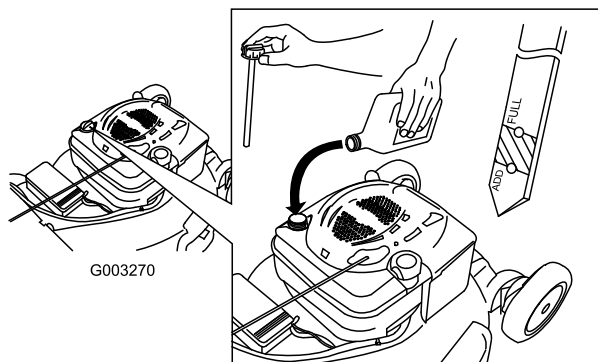

Bild 39
4. Füllen Sie das Öl **langsam** in den Einfüllstutzen ein, um den Ölstand auf die Marke Voll am Peilstab anzuheben. Bild 39 **Füllen Sie nicht zu viel ein.** (Max. Füllstand: 0,59 l des Typs: Waschaktives SAE 30-Öl mit der Klassifizierung SF, SG, SH, SJ, SL oder höher durch das American Petroleum Institute (API).)